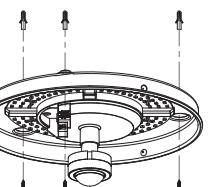

Figura 2
- Haga pasar el cable de alimentación a través del orificio situado en la parte inferior y, a continuación, conectelo a la columna de conexión de acuerdo con el diagrama de conexión de cables. Coloque la lámpara con sensor en la posición deseada y fíjela con los tornillos de fijación. (Consulte la figura 2).